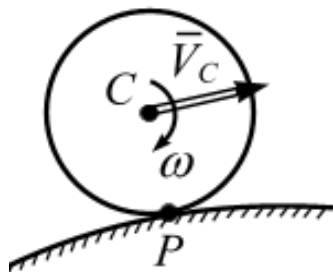

Рис. 25. МЦС плоской скользящей фигуры
5. Известно, что плоская фигура без скольжения катится по неподвижной прямой. В этом случае МЦС находится в точке касания фигуры с прямой P (рис. 25).